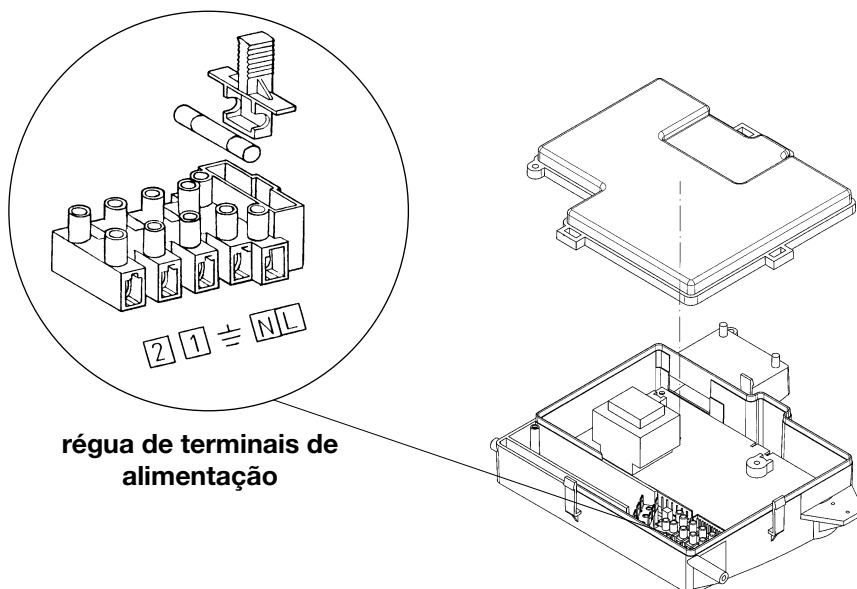

Figura 10
- retire a tampa e acesse à zona das ligações eléctricas (figura 10).
- aceda à régua de terminais de alimentação (figura 10) como descrito no capítulo anterior;
- retire a ponte presente nos terminais (1) e (2);